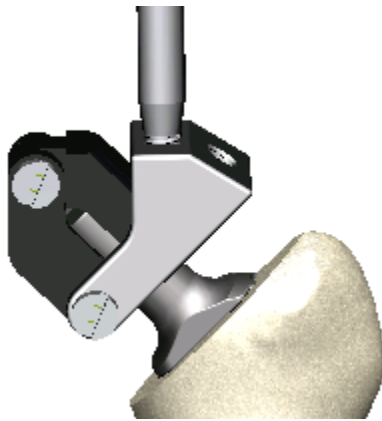

Abbildung 3: Schaft-Repositionierer mit eingeschraubtem Extraktorstab M8 (Detail)
- *Extraktorstab M8* unter Beachtung der Schaftachse in eines der beiden Gewinde des *Schaft-Repositionierer* bis zum Festsitz des Konus einschrauben (Abbildung 3).